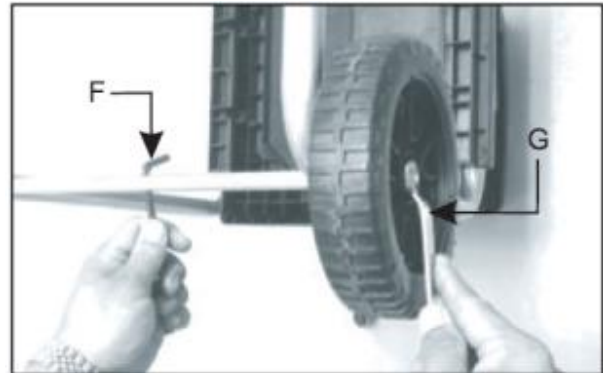

Fig.1D
5. À l'aide de la clé Allen fournie (F) bloquer l'axe de roue et dans un même temps serrer fermement l'écrou via la clé (G). (Fig.1D)